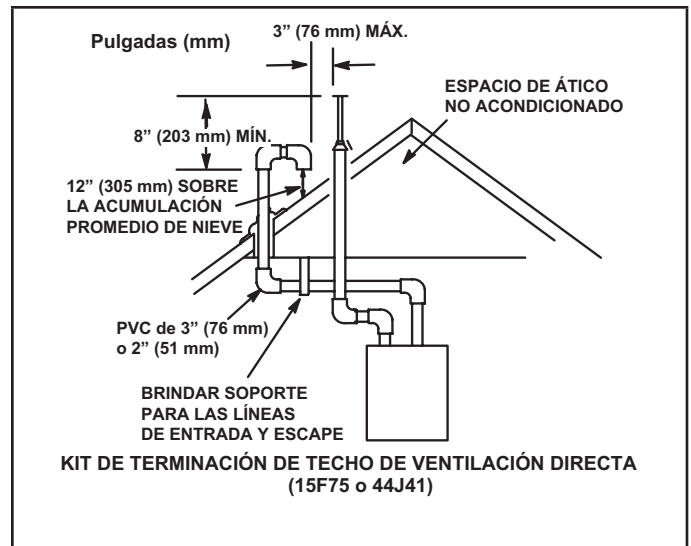

FIGURA 31
Las tuberías de entrada y de escape se pueden tender ya sea horizontalmente a través de una pared exterior o verticalmente a través del techo. En instalaciones en un ático o clóset, se prefiere la terminación vertical a través del techo. La FIGURA 31 a la FIGURA 38 muestran terminaciones típicas.
- 3 - En las terminaciones de techo, la tubería de entrada debe terminar recta hacia abajo usando dos codos de 90° (ver la FIGURA 31).